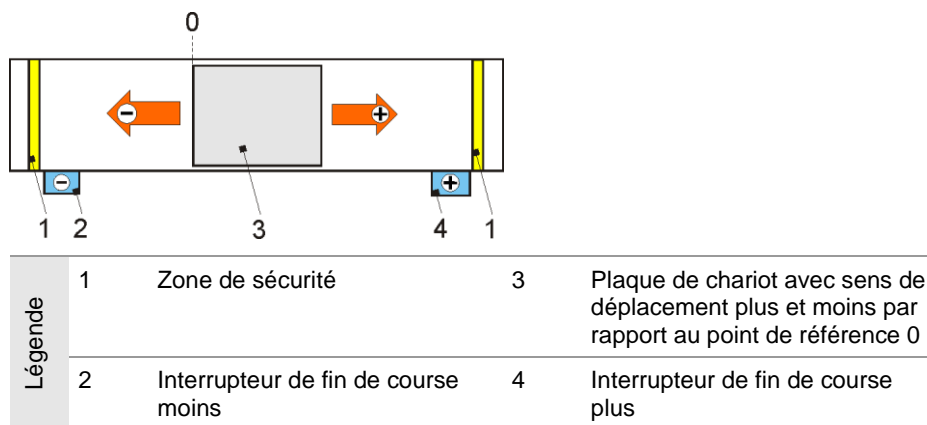

Figure 7: Exemple de sens de déplacement et de câblage des interrupteurs de fin de course
2. Vérifier le sens de rotation du moteur. Il doit tenir compte des interrupteurs de fin de course de sécurité (Figure 7). Le cas échéant, inverser le sens de rotation du moteur.